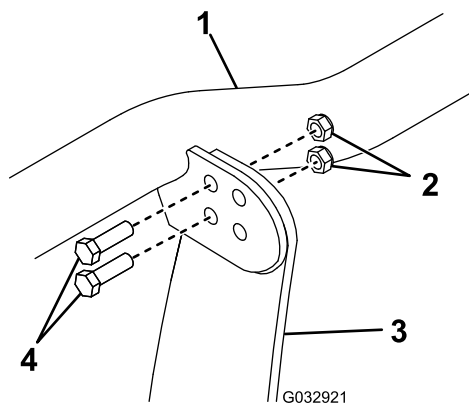

Figura 9
1. Sujete la barra de iluminación a la parte superior de la torre del acoplador a través de los orificios traseros con 4 pernos (3/8" x 1/4") y tuercas de bloqueo automático (3/8") (Figura 9). Apriete los pernos a 31 N·m (23 pies-libra).